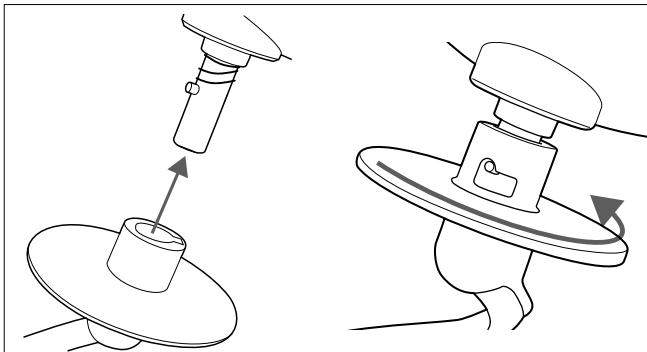

Fig. 11 – Mettre l'instrument de mélange en place et le verrouiller
- Insérez l'accessoire de mélange souhaité (crochet pétrisseur, batteur plat ou fouet) dans la machine comme indiqué sur l'illustration (voir Fig. 11).